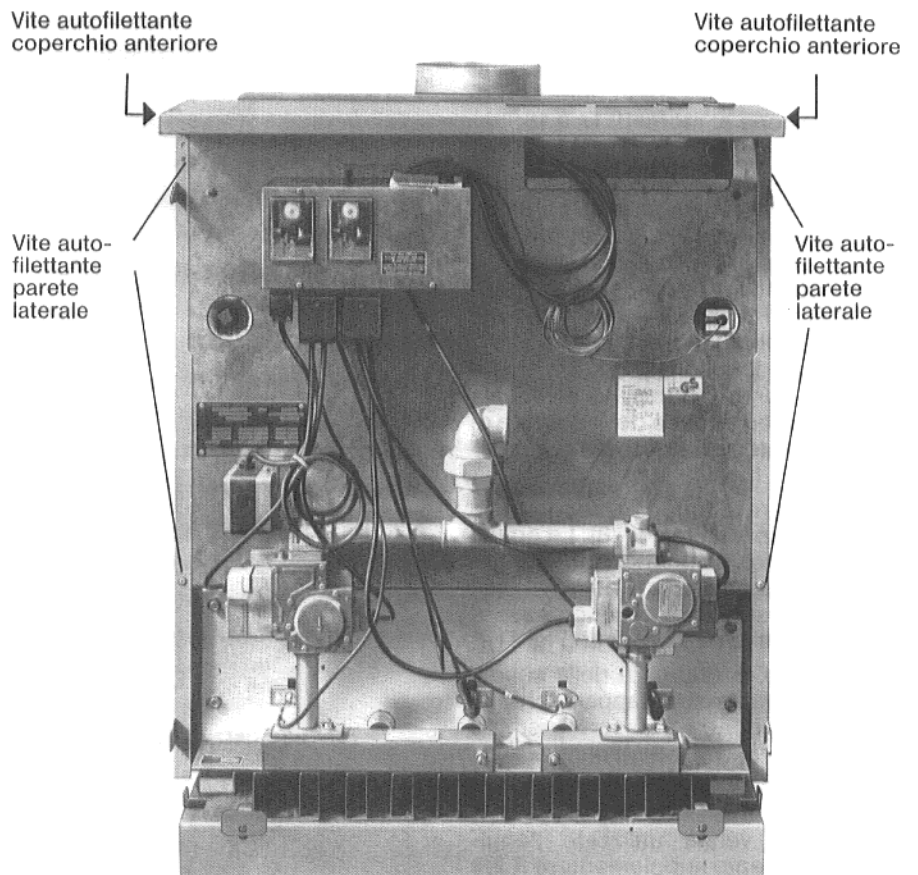

Fig. 7: G_324 LZ Lownox, parte anteriore
1. Fissare una parete laterale, anteriormente alla parete intermedia, in alto ed basso, con una vite autofilettante (Fig. 7).
7. Fissare entrambe le alette del coperchio anteriore alle pareti laterali per mezzo di due viti autofilettanti (vedi Fig. 7).